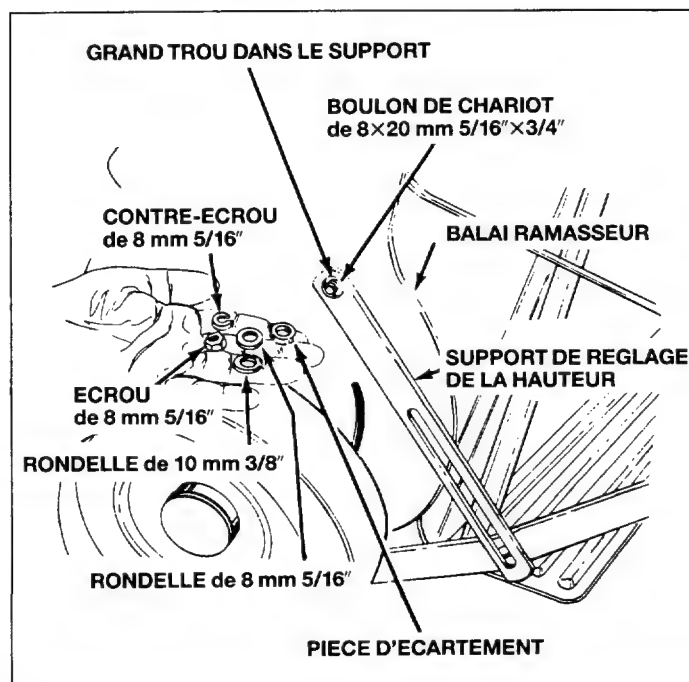

Fig. 9
9. Installez sur le balai ramasseur le support de réglage en hauteur (extrémité percée d'un trou). Voir la figure 9. Placez le boulon de chariot de 8 x 20 mm dans le trou carré du côté droit du balai ramasseur. Installez ensuite la rondelle plate de 10 mm à côté du couvercle. Puis insérez la pièce d'écartement dans le grand trou du support et par-dessus l'extrémité du boulon du chariot. Fixez-la avec une rondelle plate de 8 mm, un contre-écrou de 8 mm et un écrou de 8 mm. Voir la figure 9.